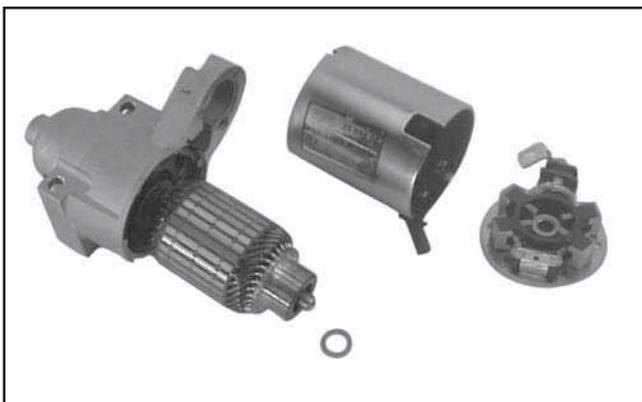

Figure 8-50. Châssis du démarreur enlevé.
6. Retirer le châssis de l'armature et du capot de culasse de la transmission. Voir la Figure 8-50.